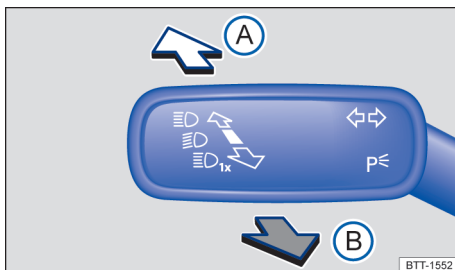

Fig. 82 À esquerda da coluna de direção: alavanca dos indicadores de direção e do farol alto.
- Trazer a alavanca dos indicadores de direção e do farol alto da posição central para a seguinte posição → Fig. 82: